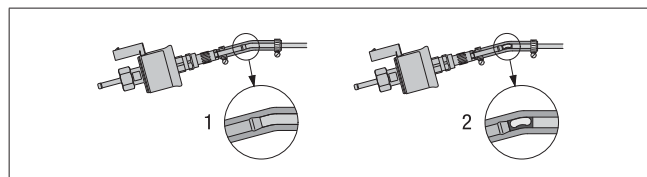

Bild 19
- Bei Verbindungen von Kraftstoffleitungen mit einem Kraftstoffschlauch die Kraftstoffleitungen immer auf Stoß montieren, um Blasenbildung zu verhindern, siehe Bild 19.